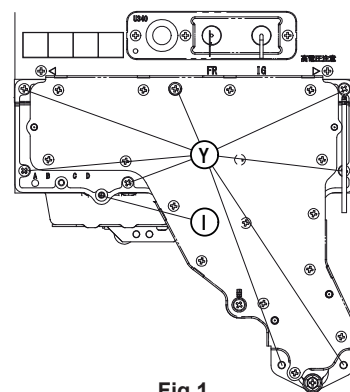
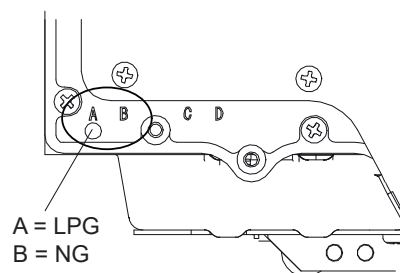

Fig.1
Fig.2
2. Rimuovere lo scintillatore (vite 'I' - Fig.1) e sostituire il collettore gas (viti 'Y' - Fig.1). Il tipo di gas del collettore è indicato sul collettore (Fig.2).
Le illustrazioni Fig.1 e Fig.2 sono rappresentative del modello E2024W